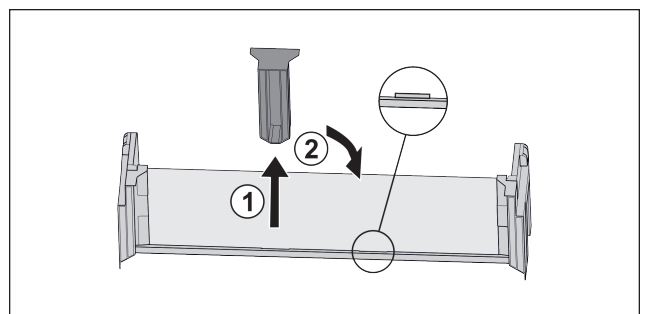

Fig. 17
- Retire la pieza de sujeción del medio Fig. 17 (1).
- ▶ Inserte la pieza de sujeción central en la segunda posición Fig. 17 (2).